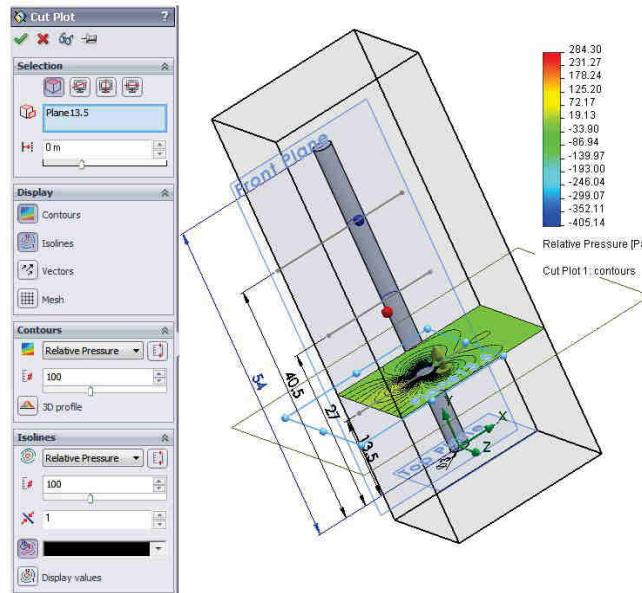

Fig. 14.11
- Click dreapta pe icoana **Cut Plots** și selecție opțiune **Insert**. Va apărea fereastra **Cut Plot**, fig. 14.11.
- Right-click the **Cut Plots** icon and select **Insert**. The **Cut Plot** dialog box appears, fig. 14.11.